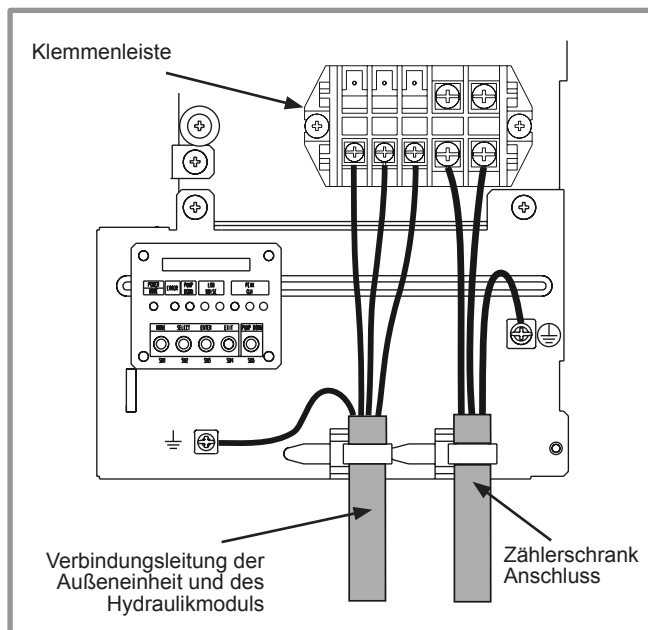
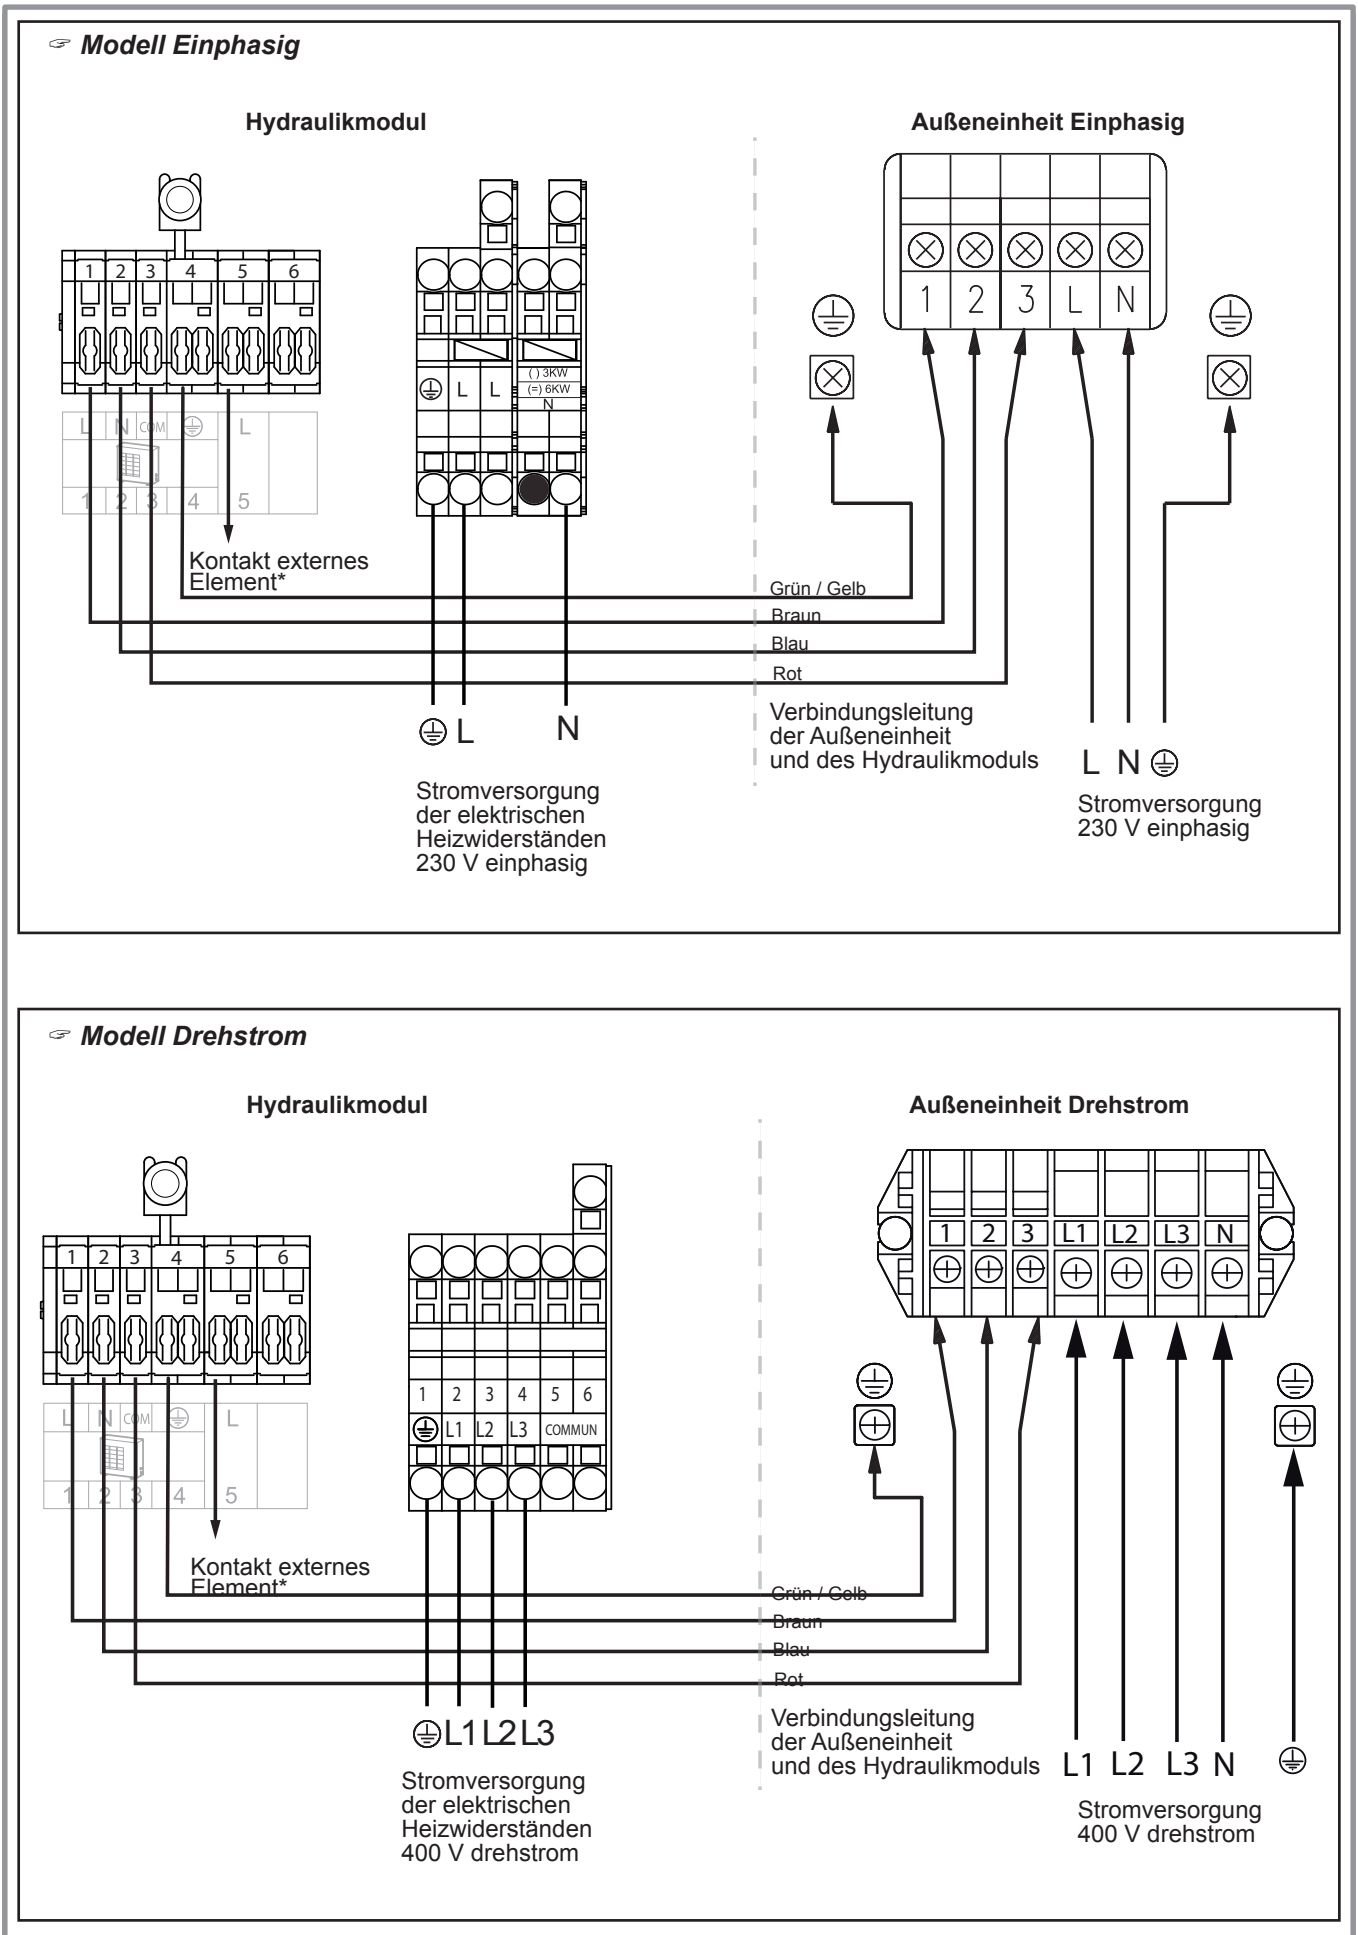

Abbildung 27 - Anschlüsse an der Klemmenleiste der Außeneinheit Einphasig
Abbildung 36 - Anschließen an die Klemmenleisten und Leistungsrelais
- Die Anschlüsse gemäß der Skizze **Abbildung 27** und **Abbildung 36**, Seite 33 ausführen.
- Die Anschlüsse gemäß der Skizze **Abbildung 36, Seite 33** ausführen.
- Die Anschlüsse gemäß der Skizze **Abbildung 36** ausführen.